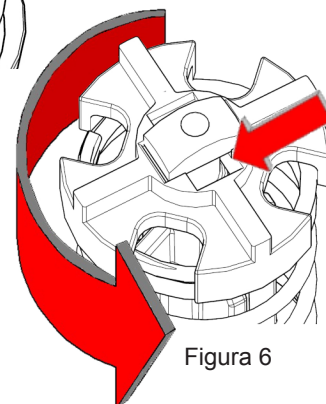

Figura 6
3. Gire el sujetador de la válvula de derivación 90 grados en sentido de las agujas del reloj y permita que el resorte lo empuje levemente hacia arriba hasta tocar la lengüeta de bloqueo. La lengüeta de bloqueo DEBE estar bien puesta en la muesca en el sujetador de la válvula de derivación (Figura 6).